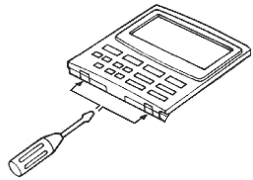

Fig. 3-116
- Extraiga la cubierta del mando a distancia con cable opcional. (Fig. 3-116)